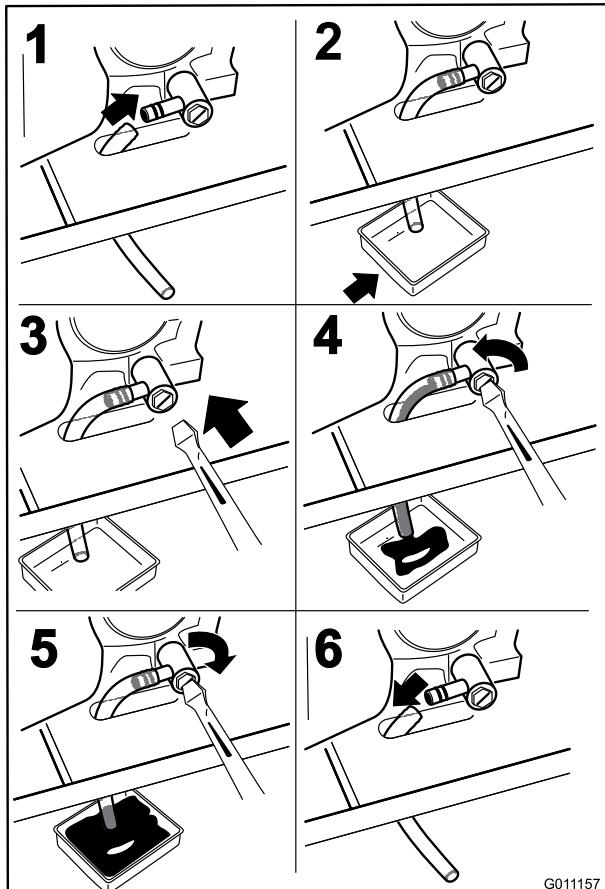

Figura 41
4. Pare el motor, retire la llave y espere a que se detengan todas las piezas en movimiento antes de abandonar el puesto del operador (Figura 41).